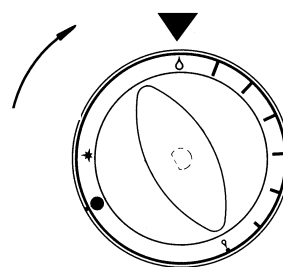

FIG. 4
- **Sostituzione ugello del bruciatore del forno 7,7 kW** – (fig.4): aprire la porta del forno, togliere la suola (4), sostituire l'ugello (17). Riposizionare la boccola regolazione aria (21) secondo quanto indicato sulla tabella dati tecnici quota A =..... in funzione del tipo di gas (fig.6) e bloccare con la vite (22).
- **Sostituzione ugello del bruciatore del forno 12 kW** – (fig.4 A): aprire la porta del forno, togliere la suola (4), togliere la protezione camera di miscelazione (35), sostituire l'ugello (17). Riposizionare la boccola regolazione aria (21) secondo quanto indicato sulla tabella dati tecnici quota A =..... in funzione del tipo di gas (fig.6) e bloccare con vite (22) .
Per lo spegnimento del bruciatore principale, ruotare la manopola in senso orario fino alla posizione " " senza sottoporre la manopola stessa ad alcun sforzo (fig. 4), quindi premere a fondo la manopola e ruotare fino alla posizione "PILOTA" *.